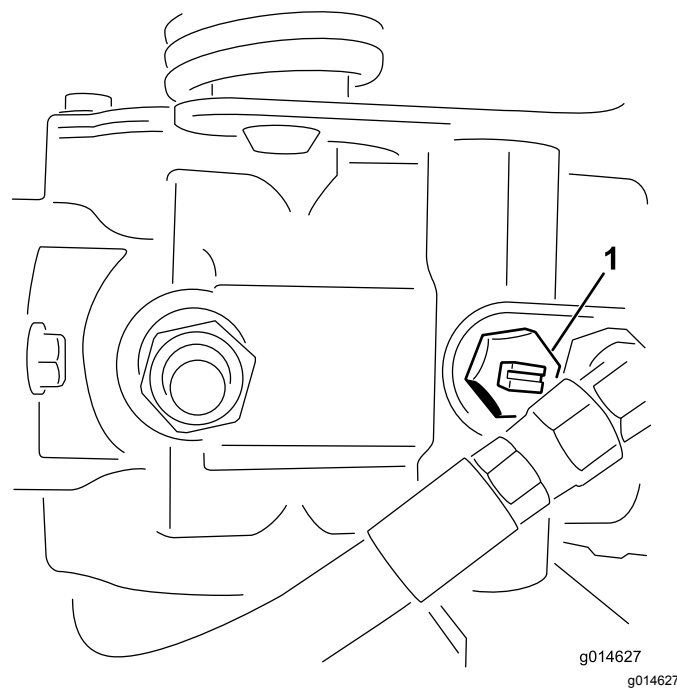

Рисунок 40
1. Найдите на насосе перепускной клапан и поверните его так, чтобы паз был вертикален (Рисунок 40).
2. Перед запуском двигателя закройте перепускной клапан, повернув его так, чтобы паз был горизонтален (Рисунок 40). Не запускайте двигатель, когда клапан открыт.